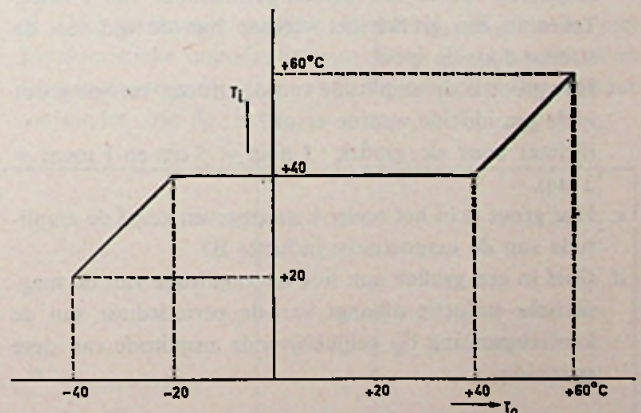

Fig. 2
- c. In fig. 2 is de inwendige temperatuur T_i uitgezet als functie van de omgevingstemperatuur T_o . Bij $T_o < -20^\circ$ is het verschil tussen T_i en T_o 60° . Bij $-20^\circ < T_o < +40^\circ$ is $T_i = +40^\circ$. Bij $T_o > +40^\circ$ is $T_i = T_o$.